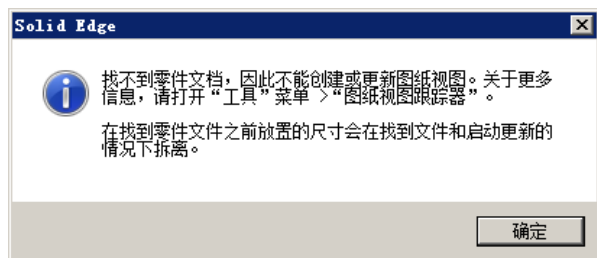
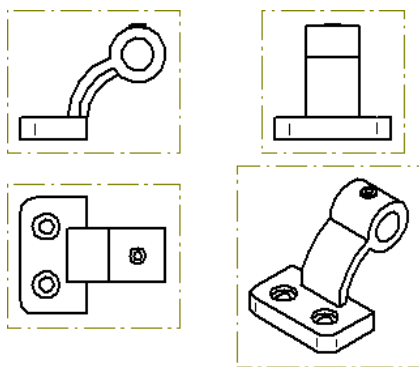

图 4.6.1 “Solid Edge”对话框
图 4.6.2 图纸视图
Step1. 打开文件 D:\sest4.12\work\ch04\ch04.06\body01.dft，系统弹出图 4.6.1 所示的对话框，单击 **确定** 按钮，此时图纸中各视图显示如图 4.6.2 所示。